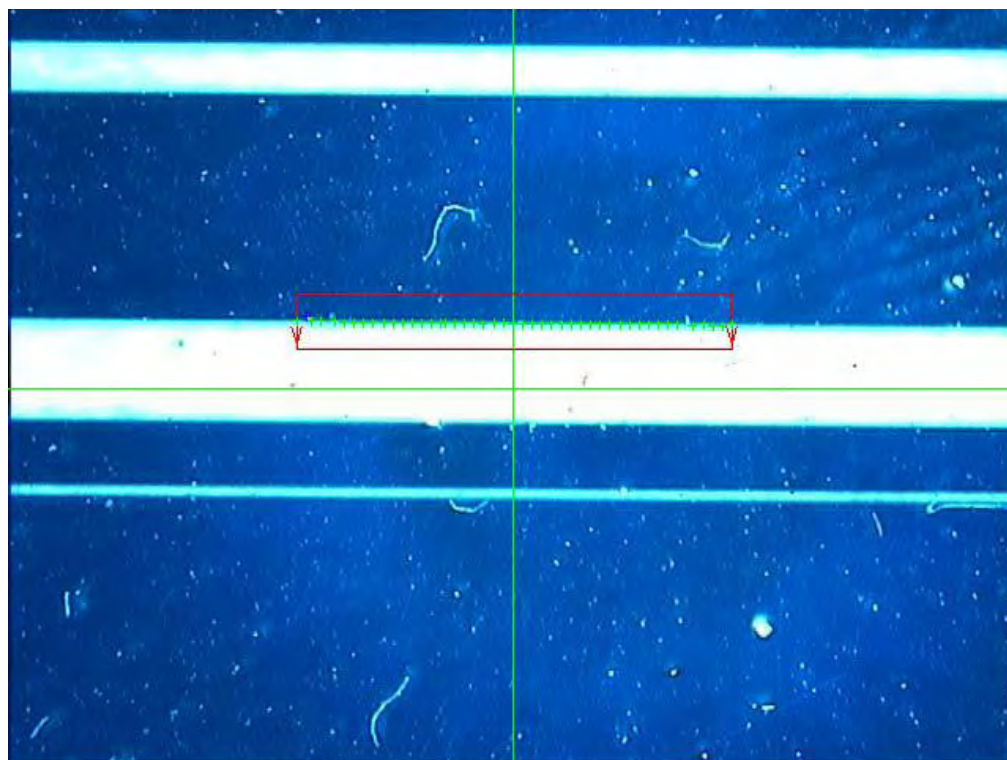

Figure 3-18
- IV. Mesurer le segment suivant comme dans la Figure 3-18.